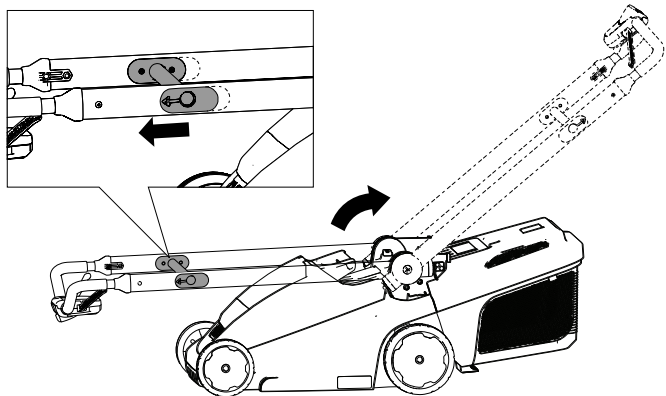

Figur 4
1. Montera den övre handtagsenheten på det nedre handtaget och fäst den med två skruvar och två låsmutter enligt Figur 4.